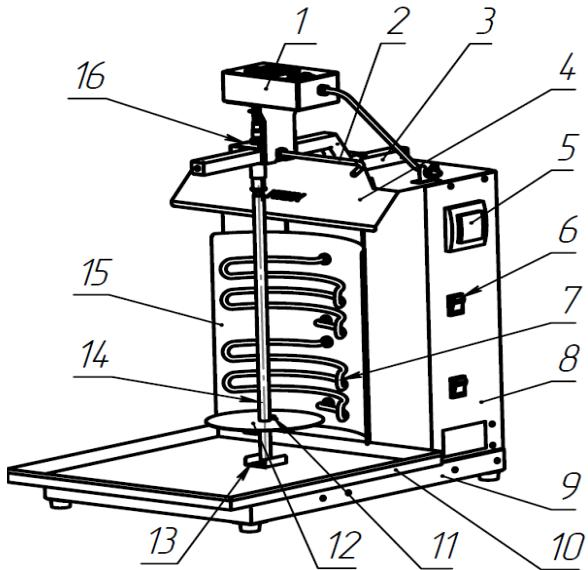

Рис.2
- 4.5. Разместить фиксатор привода (16) на штанге (3) и закрепить его с помощью фиксатора стопора (2) (рис.2).